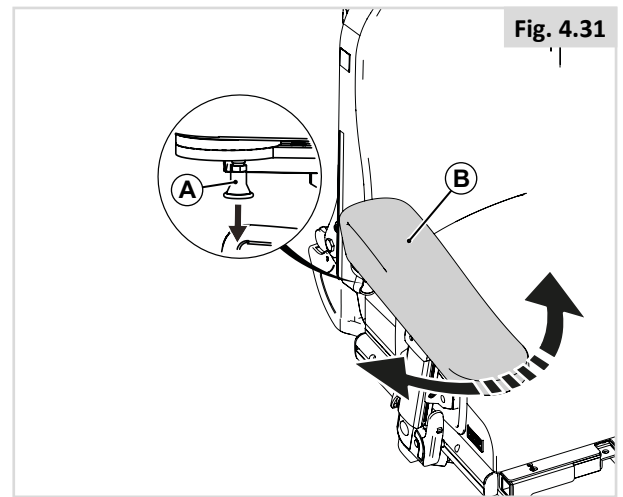

Fig. 4.31
1. Afloje (A) una vuelta.
2. Ajuste (B) en la posición deseada.
3. Apriete (A).
4.9 Reposabrazos para hemiplejia (Fig. 4.31)